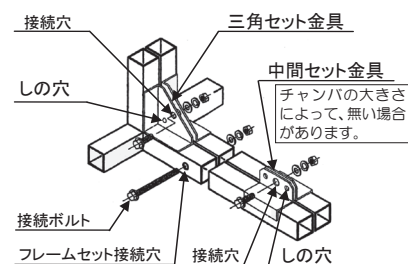

図 4-1 フレームセット例
- ・“しの”等を使用して接続ボルト用孔位置を合わせてください。この時、図に示すような『三角セット金具』や『中間セット金具』が付いている場合は、『しの穴』を利用して穴位置を合わせてください。(図4-1 参照)
- ・接続ボルトを用いてチャンパどうしを締結してください。この時、『三角セット金具』や『中間セット金具』が付いている場合、先に『三角セット金具』及び『中間セット金具』部分を接続し、その後フレーム間を接続してください。(図4-1 参照)